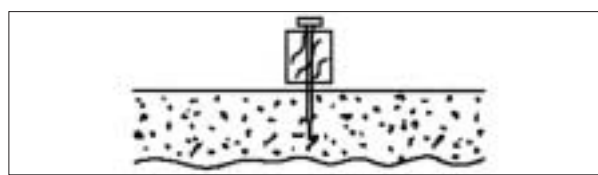

Fig. 2 – Listello di legno fissato al supporto con chiodi spartati
- Ancorare i listelli con chiodi metallici con penetrazione  $\geq 35$  mm (Fig. 2); posare la rete sotto i listelli prima della chiodatura. Questa modalità di fissaggio è la più utilizzata.